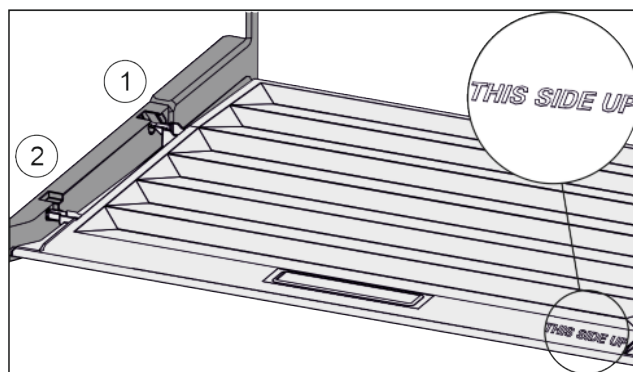

*Fig. 44*
- ▶ Vytáhněte víko dopředu až k otvoru v přídržných dílech *Fig. 44 (1)*.
- ▶ Vzadu zespodu nadzvedněte a vyjměte směrem nahoru *Fig. 44 (2)*.